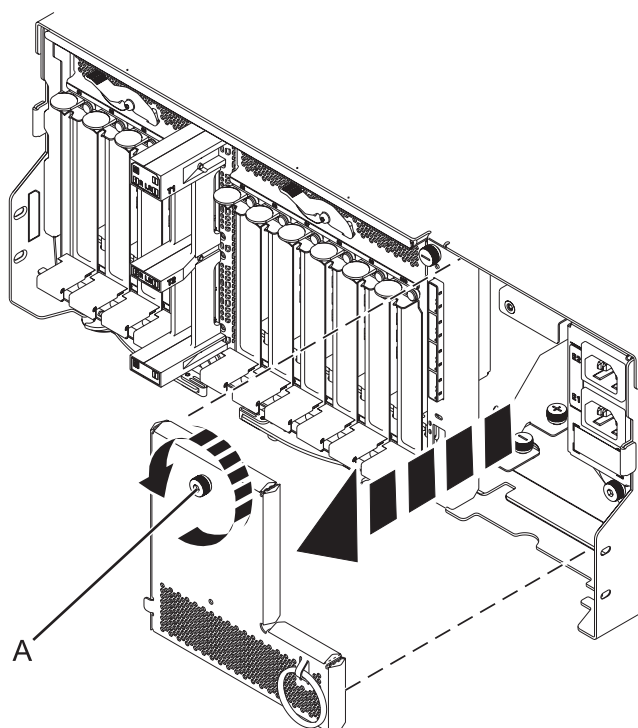

Figura 91. Extracció de la placa de cables d'alimentació
10. Traieu la placa de cables d'alimentació girant el cargol (A) i estirant de la placa per treure-la del sistema, com es mostra a la Figura 91.